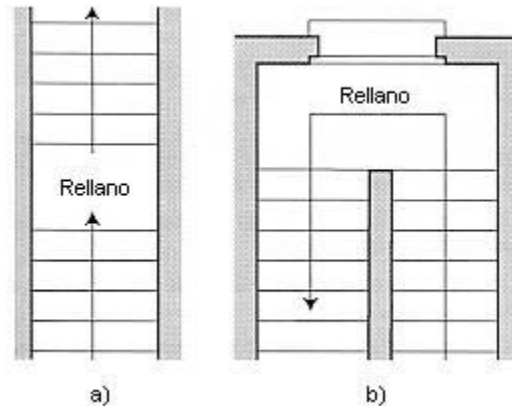

Fig 2: Escalera recta de uno y dos tramos
- Recta: Es aquella cuyos tiros se desarrollan en línea recta y suben encajonados entre muros. (Fig 2 a y b)